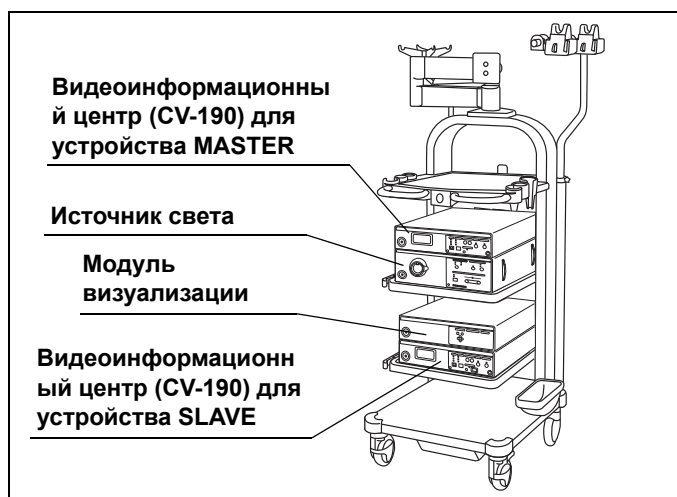

Рисунок 3.3
- 8 Установите видеоинформационный центр на подвижный стеллаж мобильной рабочей станции, как показано на рис. 3.3.